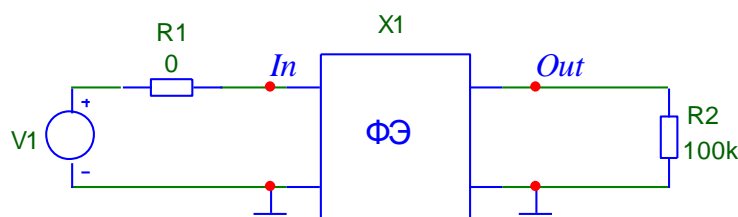
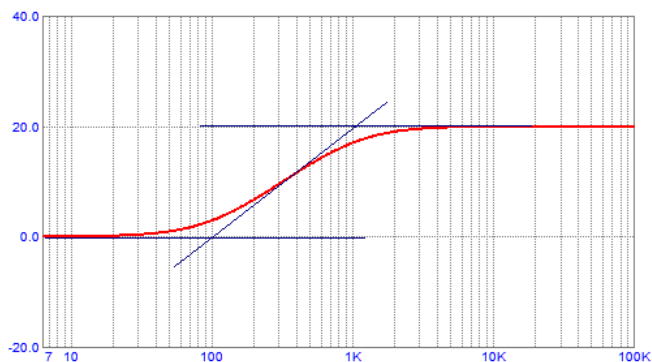

Рисунок 1.1 – Схема для расчета входного сопротивления
Рисунок 3.2 – ЛАЧХ интегро-дифференцирующего звена с дифференцирующими свойствами
1. Загрузить в программу схемотехнического моделирования *Micro-Cap* файл *01.cir* (рис. 1.1). Установить амплитуду входного синусоидального источника 10 мВ, частоту 1 кГц.
- 1.3. Определить частоты сопряжения и рассчитать постоянные времени ТТ1 и ТТ2 интегро-дифференцирующего звена (рис. 1.1), необходимые для получения характеристики рис. 3.2 (интегро-дифференцирующего звена с дифференцирующими свойствами). Обратить внимание, что по оси Х — круговая частота ω .
- 1.4. Полученные в п.1.3 значения постоянных времени задать в качестве параметров звена схемы рис. Ошибка! Текст указанного стиля в документе отсутствует..1. Запустить анализ АС и получить АЧХ и ФЧХ интегро-дифференцирующего звена. Обратить внимание на формат задания переменных и масштабов по оси Х для получения зависимости $K(\omega)$. Убедиться в совпадении полученной характеристики с заданной (т.е. с характеристикой рис. 3.2). Указать в поле схемы и графика номер группы и вариант. Схему и графики занести в отчет.